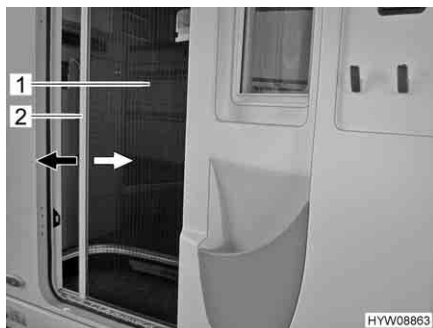

Fig. 52 Protezione contro gli insetti (porta di ingresso)
- Afferrare la barra di presa (Fig. 52,2) con entrambe le mani ed estrarre con movimento uniforme la protezione contro gli insetti (Fig. 52,1) dall'alloggiamento della porta.
- Afferrare la barra di presa (Fig. 52,2) con entrambe le mani e spingere la protezione contro gli insetti (Fig. 52,1) nell'alloggiamento della porta esercitando una leggera pressione.